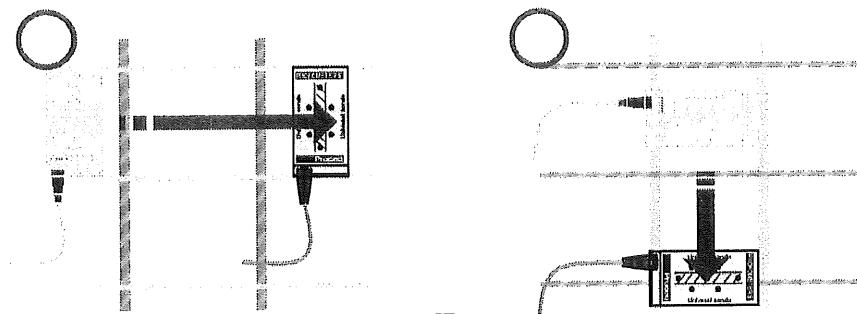

図19
- 原則として、縦の鉄筋の探査はプローブを横方向に(図19参照)、横の鉄筋の探査はプローブを縦方向に(図19参照)移動します。